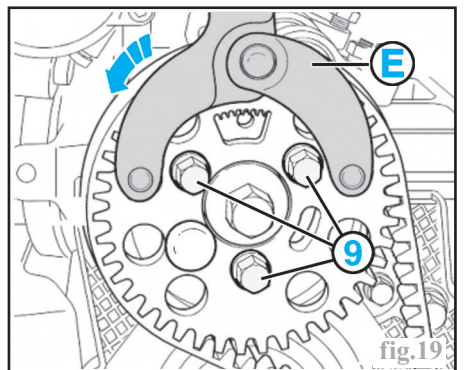

fig.19
Mettre en place l'outil (E) (outil T10 172) et tourner celui-ci dans le sens anti-horaire (roue dentée d'arbre à cames en précontrainte) (Fig.19).
Mettre en place l'outil **(E)** (outil **T10 172**) et tourner celui-ci dans le sens anti-horaire (roues dentées d'arbre à cames en pré-contrainte) (Fig.19).